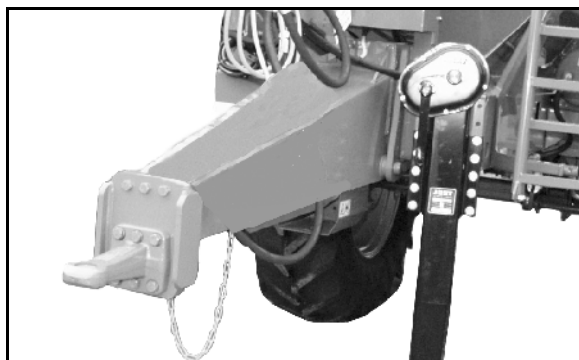

Рис. 23
- прямым тяговым дышлом (Рис. 23),